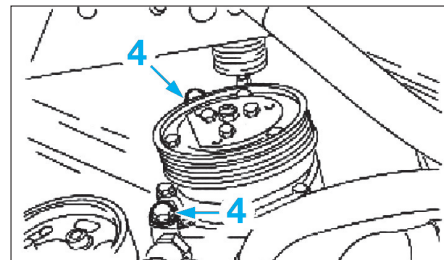

Fig. 9
- Déposer les vis (4) du compresseur de climatisation (Fig.9).